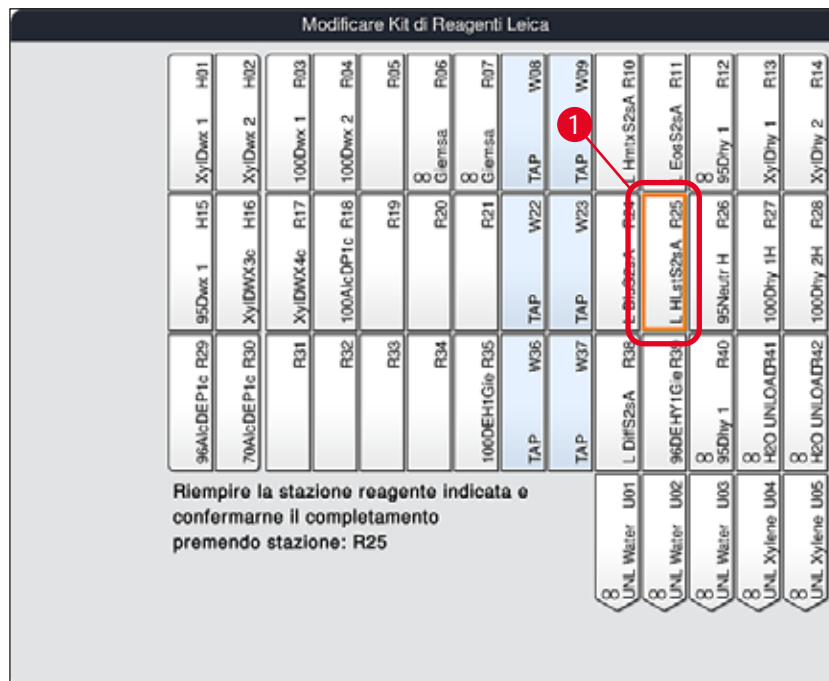

Fig. 59
3. Nella nuova finestra **Modificare Kit di Reagenti Leica** (→ "Fig. 59"), la stazione da riempire è contrassegnata in arancione (→ "Fig. 59-1").